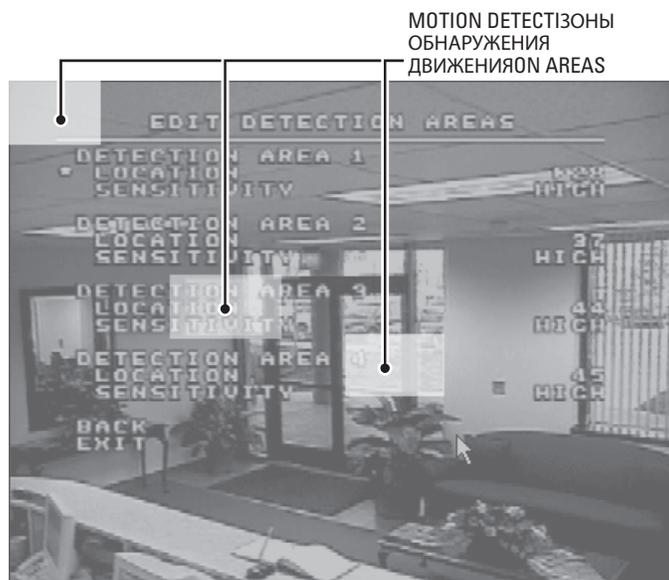

Рис. 11. Зоны обнаружения движения
- e. Передвиньте джойстик вверх. В верхнем левом углу экрана появится синий прямоугольник (см. рис. 11 на стр. 44).